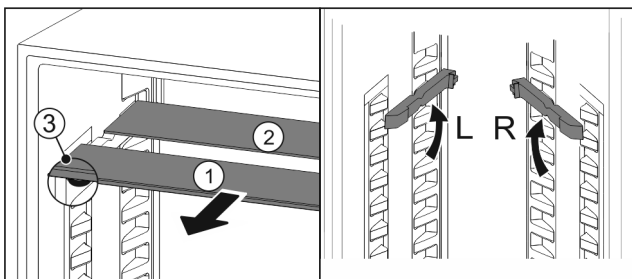

Fig. 82
- estrarre i ripiani di vetro singolarmente tirando in avanti Fig. 82 (1).
- Il piano in vetro Fig. 82 (1) con il motivo ornamentale è nella parte anteriore.
- I fermi Fig. 82 (3) sono rivolti verso il basso.